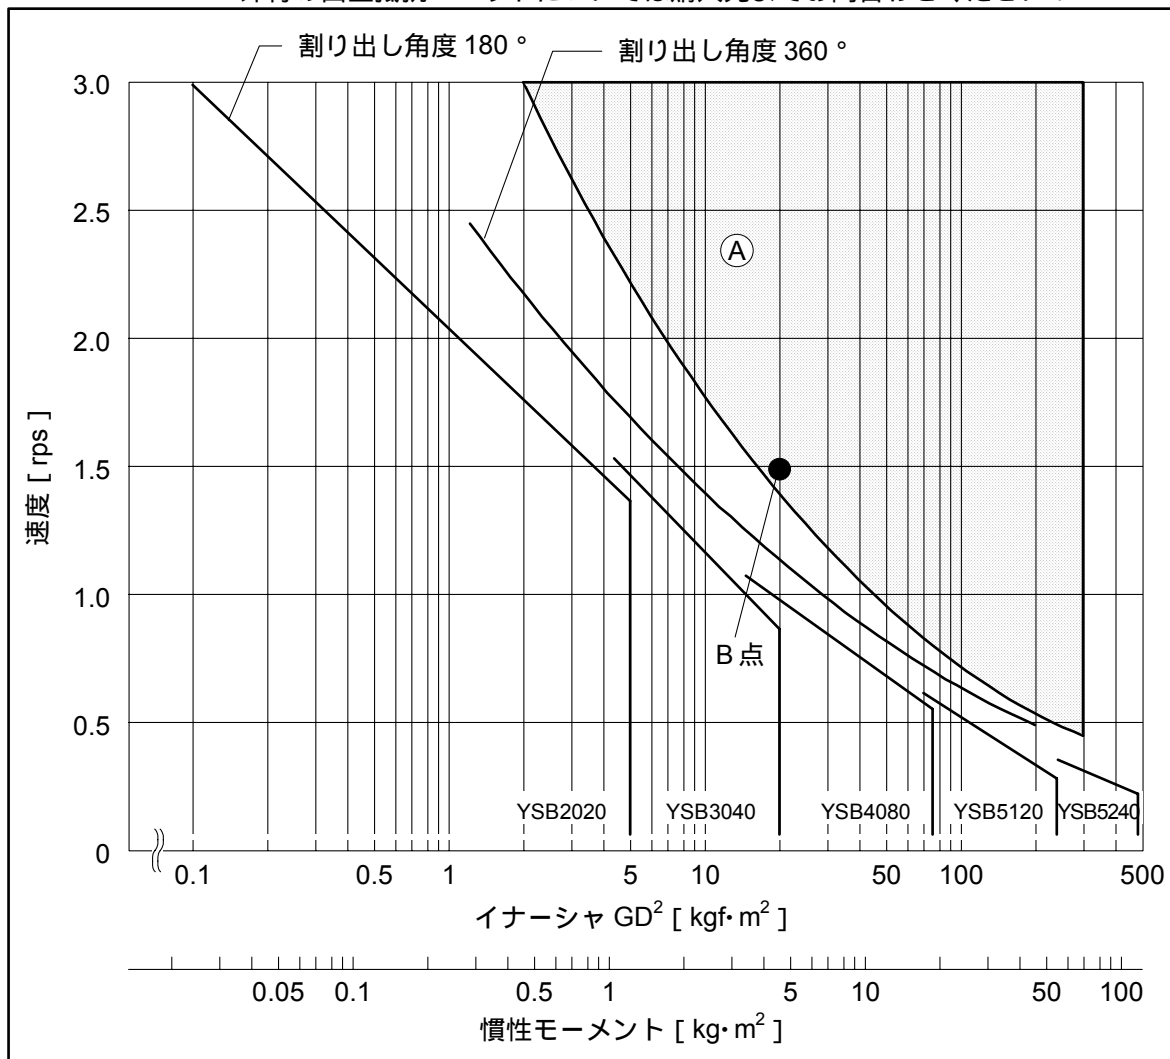

図 A-24：推奨最高速度と慣性モーメントの関係
- 割り出し角度 180° および 360° における前記推奨最高速と慣性モーメント負荷の関係は図 A-24 のとおりです。